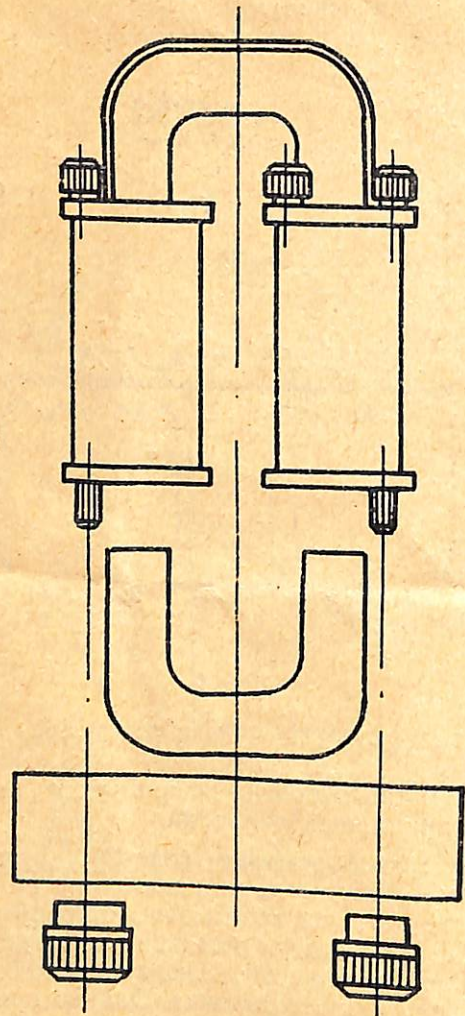

Рис. 3.
4.2. Сборку трансформатора (рис. 3) осуществляют следующим образом. Полусердечник вставляют в обойму. На него надевают обе катушки клеммами в сторону полусердечника. Затем вставляют вторую половину сердечника. Шпильки обоймы вставляют в отверстия основания и навинчивают гайки, обжимая половинки сердечника. Однако при этом не следует пользоваться вспомогательным инструментом.